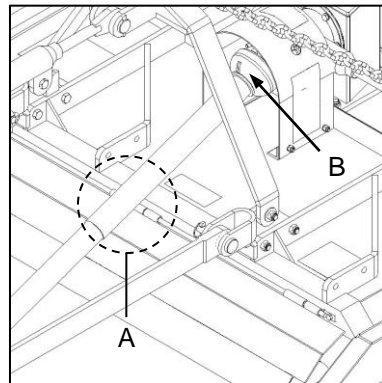

Fig. 2
- ✔ Following installation of the PTO shaft, lift the implement to an acceptable transporting height and ensure that there is no contact between the PTO driveshaft and the implement (Fig. 2-A).
- ✔ Ensure that universal joint operating angles are not exceeded and that over-compression or over-extension of the PTO driveshaft is avoided (Fig. 2-B).
- ✔ Na installing van die kragaftakkeras moet die implement tot 'n aanvaarbare vervoerhoogte gelig word, en maak seker dat daar geen kontak tussen die kragaftakkeras en die implement is nie (Fig. 2-A).
- ✔ Verseker dat kruiskoppelingwerkshoeke nie oorskry word nie en dat geen oorkompressie of oorverlenging van die kragaftakkeras plaasvind nie (Fig. 2-B).